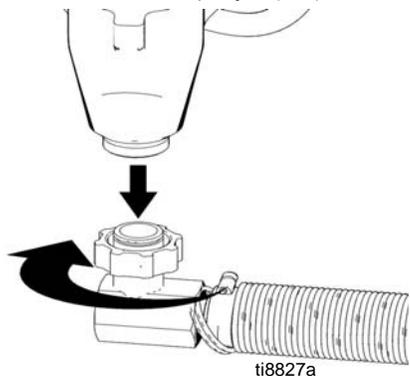

FIG. 13
3. (Fig. 13) Retire o tubo flexível de aspiração (114).